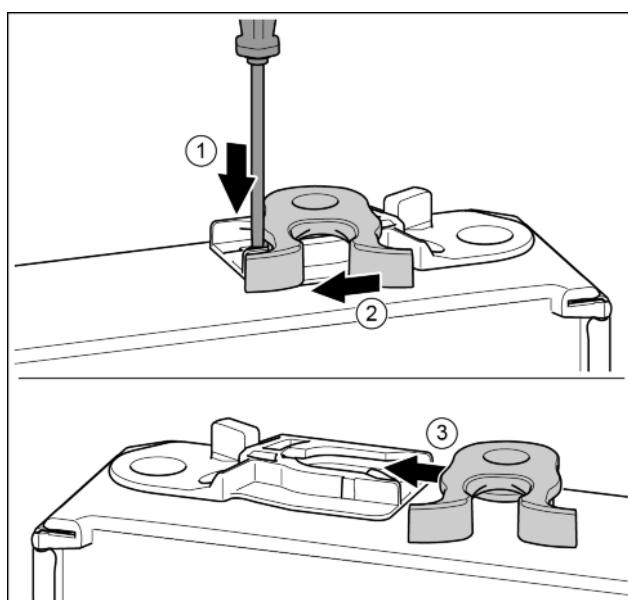

Fig. 19
- ▶ Нажать накладку шлицевой отвертки вниз. Fig. 19 (1)
- ▶ Запорный крючок вывести из направляющей. Fig. 19 (2)
- ▶ Запорный крючок вставить в направляющую с другой стороны. Fig. 19 (3)